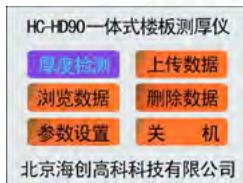
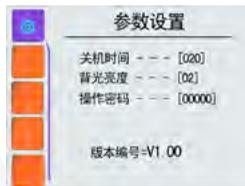

图 2-3
图 2-18
长按 (Ⓞ/Fn) 键，可运行或关闭仪器，仪器启动后进入到功能界面(图 2-3)，按 (▲)(▼)(◀)(▶) 键切换各功能，按 (OK) 或 (Ⓞ/Fn) 进入。
在功能界面(图 2-3)，(▲)(▼) 键切换各功能，选择“厚度检测”进入参数设置界面(图 2-4)。如果不需修改参数，按 (OK) 键或者 (Ⓞ/Fn) 键可直接进入检测界面。如需要修改参数，按 (▶) 进行测量参数设置(图 2-5)，(▲)(▼) 键移动光标到各参数项(图 2-6)。若要修改构件编号，将光标移动到该项，按 (▶) 键进入编号编辑状态，此时参数值下面会有一条红色高亮线(图 2-7)，按 (◀)(▶) 键选择高亮位，按 (▲)(▼) 键修改高亮位数字大小，按 (OK) 或 (Ⓞ/Fn) 键存储当前参数值，同时切换到下一个参数，红色高亮显示，再按 (▶) 键进行编辑操作。(◀) 键可在整个参数高亮的状态下退出参数设置。(OK) 或 (Ⓞ/Fn) 进入检测界面。
在功能界面(图 2-3),按(▲)(▼)键切换各功能,选择“浏览数据”进入数据浏览界面。或者在功能切换界面切换到数据浏览,屏幕下方显示已存构件数(图 2-12)。按(OK)键或(⊙/Fn)键进入数据浏览界面。(⏪)键退回到功能选择界面。
运行电脑中的相应软件,连接 USB 连接线。并在仪器的功能界面(图 2-3),选择“上传数据”。或者在功能选择界面选择上传数据。然后单击上位机中的读取仪表记录;如果连接成功,则开始传输数据,数据传输完毕后软件会有相应提示信息。然后按(⏪)键跳转到主界面。
功能界面（图 2-3）选择参数设置进入系统设置界面（图 2-18），设置系统参数。下方显示当前软件版本编号。